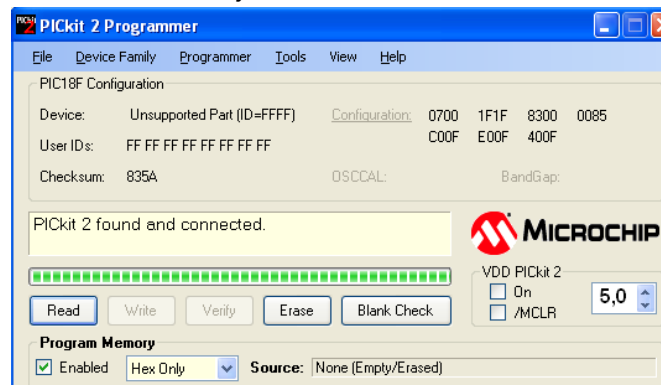

Figura 22
- Depois vá em arquivos de programas-> microchip-> pickit2 v2-> e escolha o arquivo PK2V023200.HEX, o software fará o download do arquivo e depois reiniciará o gravador com a mensagem de sucesso. Pronto já está atualizado conforme a figura 22